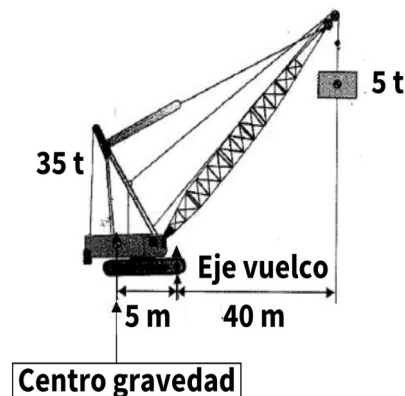

Figura 2
19. Según el dibujo adjunto de la figura 2 en el que se representa una grúa de 35 toneladas de peso levantando una carga total de 5 toneladas situada a 40 metros de su eje de vuelco, estando el centro de gravedad de la grúa a 5 metros de su eje de vuelco, indíquese si: